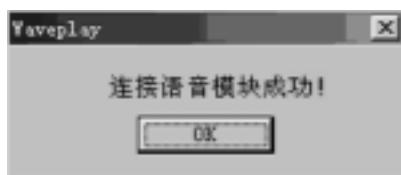

图 5.13 PC 与语音模块及主机连接成功对话框
14. 如果您选择一次性将所有语音段录入语音模块，首先单击“在线”按钮，连接成功后，在点击“群组”按钮，弹出图 5.13 所示的批量写入语音段选择对话框，在此对话框中选择相应的语音段，然后单击“下载”按钮，即可将所有的语音段依次写入语音模块中。